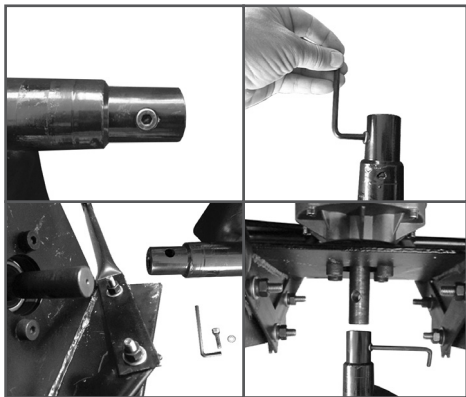

Рис. 3 Установка шнека
2. Снимите крепеж шнека (Рис.3). Отсоедините двигатель от шнека и уберите его в сторону. Двигатель должен опираться на грунт рукоятками и валом отбора мощности.